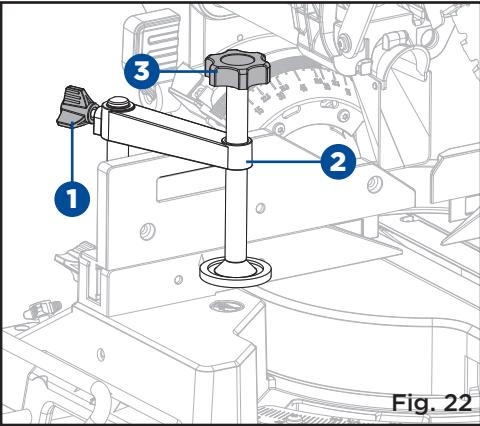

Fig. 22
**UTILISATION DE LA BRIDE DE RETENUE (Fig. 22)**
- Desserrez la molette (1) située sur le côté de la bride de retenue (2), déplacez-la vers le haut ou le bas dans la position souhaitée.
- Tournez la molette (3) pour un léger réglage.